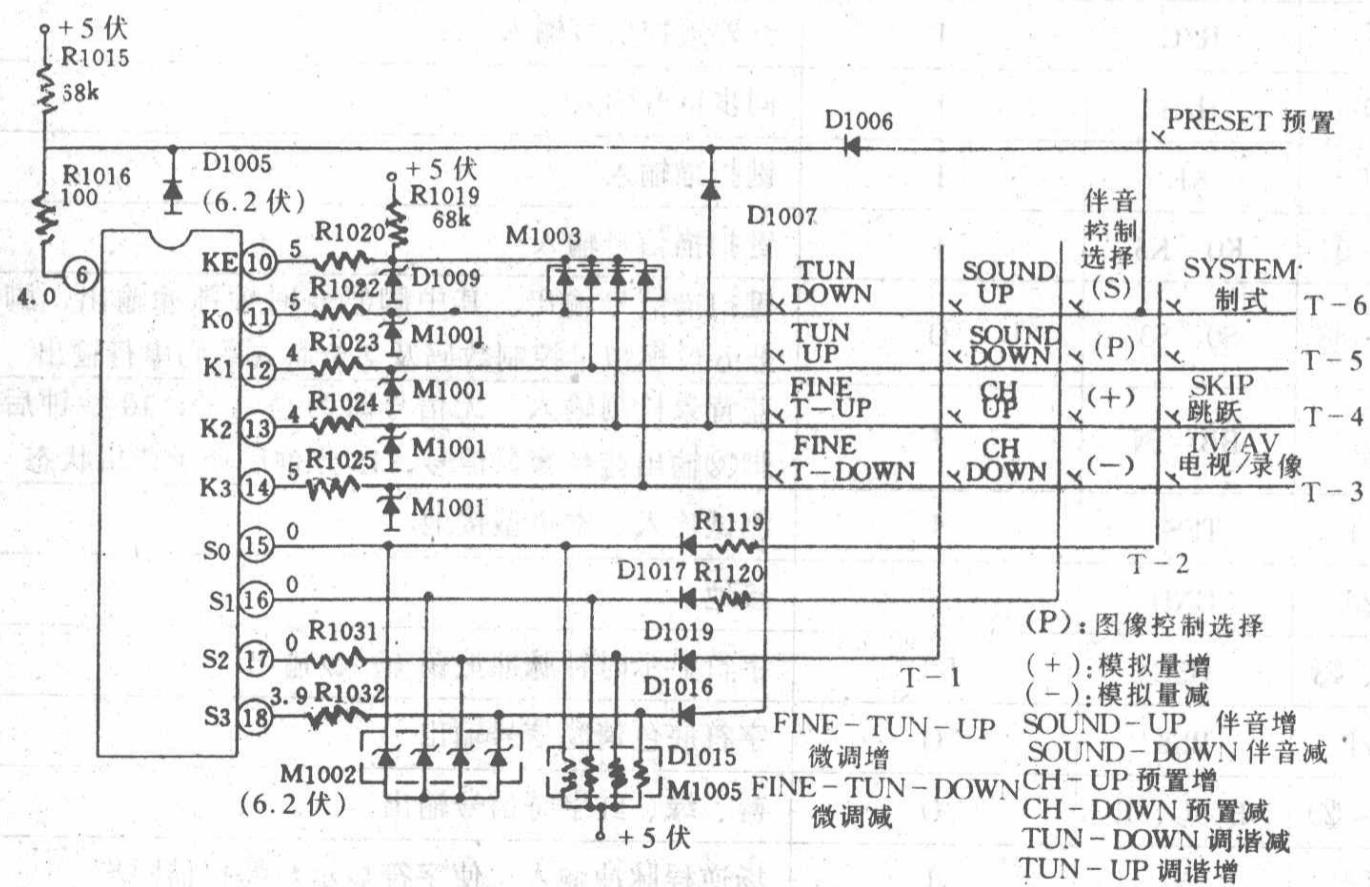

图 1-2 IC1001 (IX1194CE) 键扫描矩阵电路及键功能
③	V _T	O	用于调谐的调宽脉冲输出
④	AFT DET	O	AFT 消除控制输出。高电平时使 AFT 接通，低电平时使 AFT 断开
⑤	S-MUTE	O	静音输出。高电平时起静音作用
⑥	VOL	O	6 位 PWM（调宽脉冲）输出。用于音量控制
⑦、⑧	F1、F0	O	TV/AV 控制输出
⑨	AFT	I	AFT 信号输入。用于选台调谐
⑩、⑪	OSC	I/O	时钟振荡 输入/输出
⑫	VDD	I	+5 伏电源输入端
(2) IC1001 的键扫描矩阵电路
IC1001 的键扫描矩阵电路由微机 IC1001 及其外围电路和面板控键组成(如图 1-2 所示),其中脚⑪~⑭是键扫描输入脚,脚⑮~⑯为键扫描输出脚,于其外组成 4×4 键扫描矩阵电路,并在 16 个输入、输出交叉点上设置有 15 个功能键。当未按下任何功能键时,交叉点均断开,由脚⑮~⑯输出的键扫描负脉冲便无法分别输送至脚⑪~⑭。